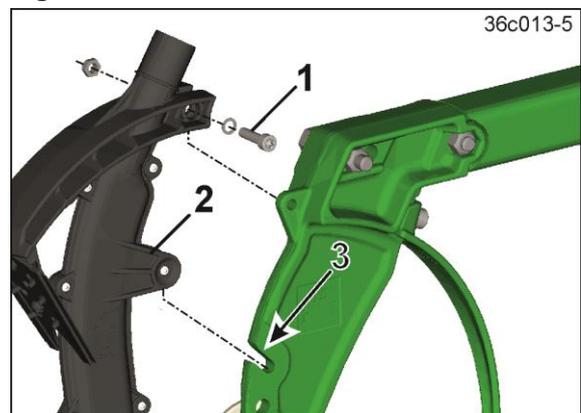

Fig. 492
1. Innensechskantschraube (Fig. 492/1) lösen.
2. Saatgutleitung (Fig. 492/2) aus der Verdrehsicherung (Fig. 492/3) herausziehen.